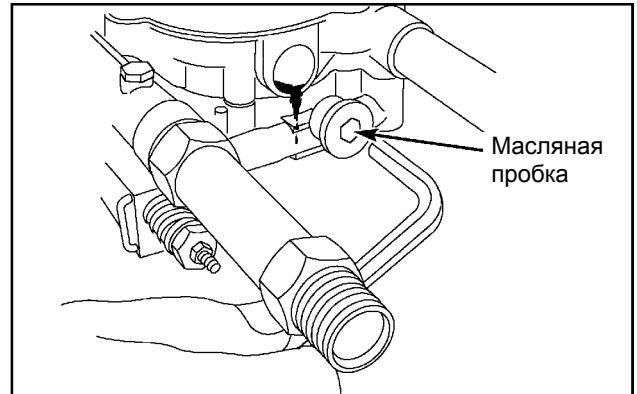

Рис. 16. Замена масла в помпе
- Используйте универсальный гаечный ключ на 8мм, чтобы снять масляную пробку с помпы. Она находится между выпускным отверстием и впускным (рис. 16).